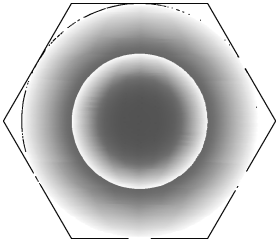

图 3-68 渐变色填充设置
6) 用户还可以根据需要，设置渐变色的“明暗程度”，并能够选择填充方向是否“居中”，以及设置“填充角度”，效果如图 3-68 所示。